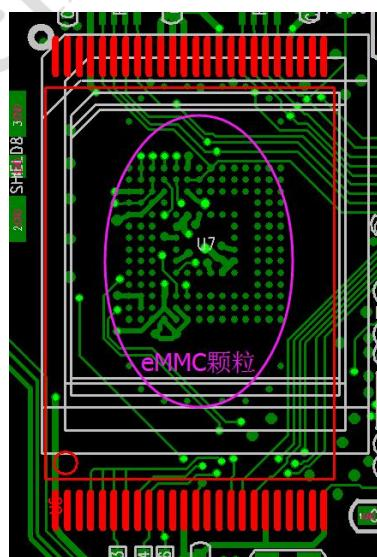

图6-4
- Nand Flash与eMMC可以通过双Layout实现物料的切换。如图图6-4.